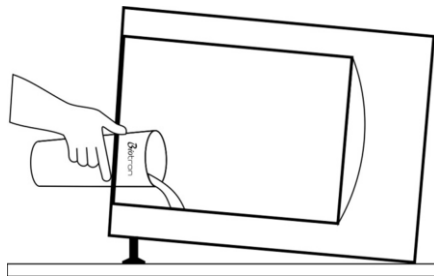

Figura 5 – Uso da Autoclave
- ✓ Ao término da esterilização a válvula solenóide se abrirá, poderá ser ouvido seu estalo de abertura e a autoclave soará 1 bip, nesse momento a autoclave despressurizará, ao término da despressurização, a luz indicadora **ABRE PORTA** irá ascender e a porta poderá ser aberta. Para abrir usar um pano ou uma luva térmica. A seguir a autoclave começará emitir bips consecutivos até que a porta seja aberta, assim que atendida a condição passará para o ciclo de secagem, a luz indicativa **SECANDO** ascenderá. (Figura 5 – Secagem da Autoclave).